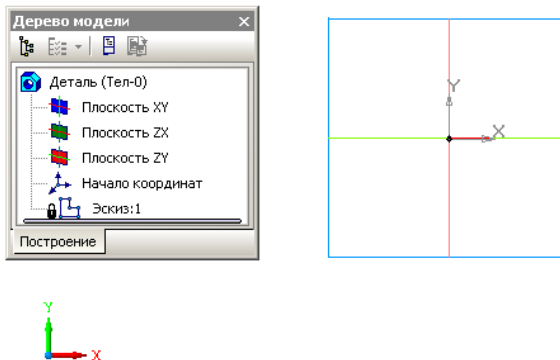

Рис. 10.9. Часть экрана создания эскиза.
нажмите кнопку  – Эскиз на панели Текущее состояние (рис. 10.9).
- 3) оси координат **Фронтальной плоскости** совпадают с соответствующими осями координат трехмерной системы (рис. 10.9).